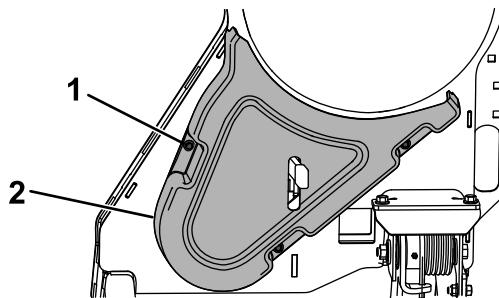

Figura 35
3. Retire la cubierta de la correa (Figura 35).